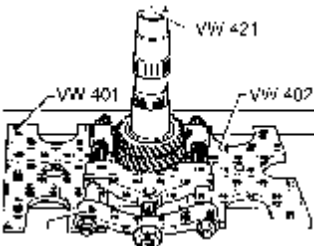

图 9-95 压出 3 挡齿轮
(8) 压出 3 挡的齿轮和换挡齿轮时使用分离装置 A (22~115mm)，如图 9-95 所示。